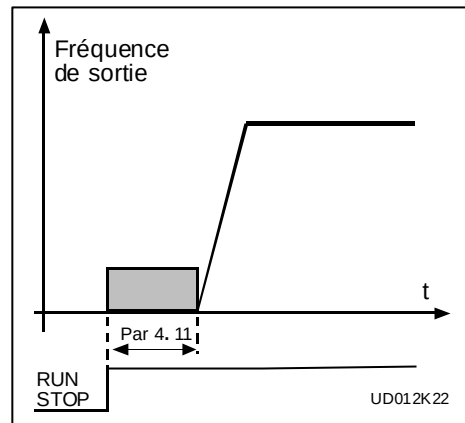

Figure 5.5-20 Temps de freinage à CC au démarrage.
- >0** Le freinage à courant continu est activé lorsque la commande de démarrage est donnée et ce paramètre définit le temps avant que le freinage soit relâché. Après que le freinage est relâché, la fréquence de sortie augmente selon le paramètre de fonction de démarrage réglé 4.6 et les paramètres d'accélération (1.3, 4.1 ou 4.2, 4.3), voir figure 5.5-20.